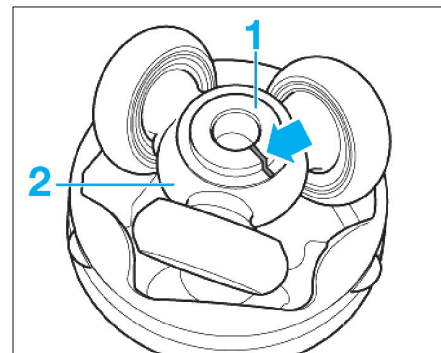

Fig. 5
- Repérer le tripode (2) par rapport à l'arbre (1) (Fig.5).